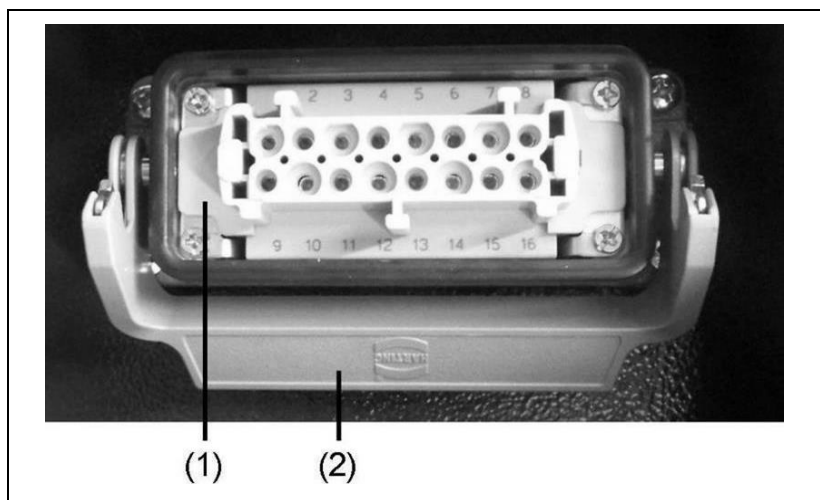

Fig. 5-4: Dispositif de démarrage à distance avec prise Harting
1. Retirez l'éventuel cache de la prise de démarrage à distance après avoir déverrouillé la semelle (Fig. 5-4-(2)).
2. Insérez le câble de raccordement Station de commande du démarrage à distance / Groupe électrogène dans la prise de démarrage à distance (Fig. 5-4-(1)) et sécurisez-le avec la semelle (Fig. 5-4-(2)).